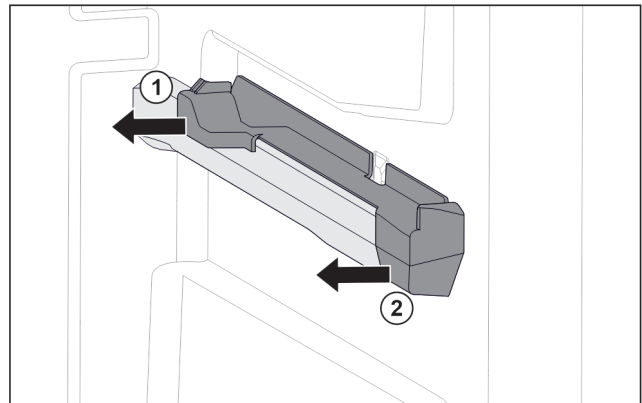

Fig. 79 Påsettingsdel på høyre beholderribbe
- Trekk av påsettingsdel bak til siden. Fig. 79 (1)
- Trekk av påsettingsdel foran til siden. Fig. 79 (2)